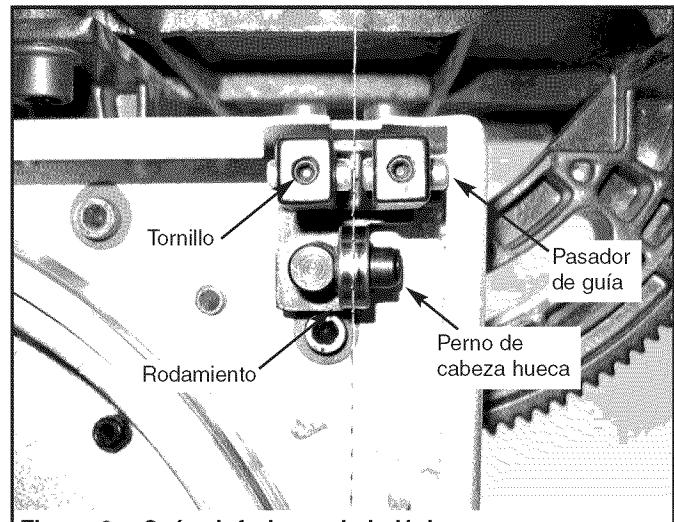

**Figura 8 – Guía Superior de la Hoja**
- Ajuste el rodamiento de bola en la parte posterior de la hoja aflojando el perno de cabeza hueca y cambiando la posición el eje del rodamiento (vea la Figura 8).